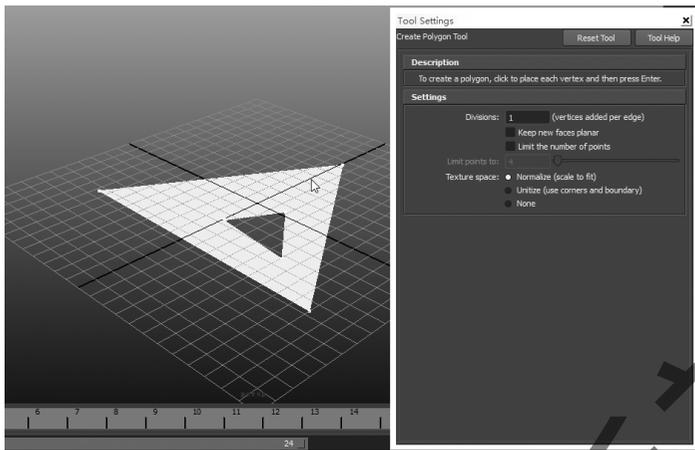

图 4-21 创建带孔的平面
Step 5: 用 Create Polygon 工具可以很容易创建带孔的面。当用默认的工具设置确定所需顶点后, 不要按 Enter 键, 而是按 Ctrl 键, 然后在面内部放置顶点。第 4 个顶点创建后, 在面上生成了一个孔, 如图 4-21 所示。如果想继续创建孔, 只需按住 Ctrl 键并单击便可重新开始。当完成孔的放置后, 按 Enter 键即可。